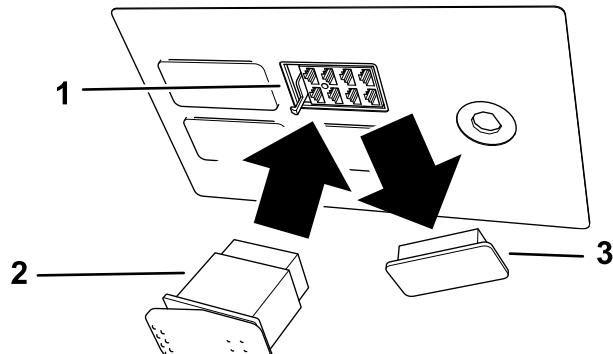

Figura 7
5. Retire e deite fora o tampão do espaço direito dianteiro do painel de interruptores (Figura 7).
6. Ligue o conector elétrico ao interruptor e instale o interruptor no painel de interruptores (Figura 7).